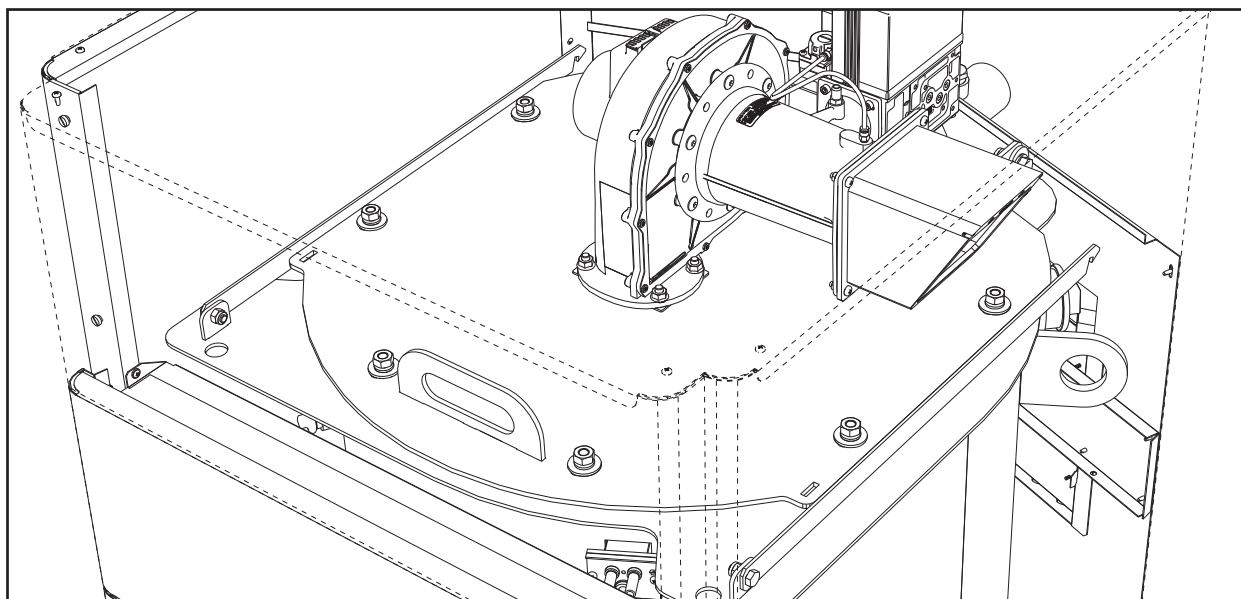

рис. 69
**Осторожно** закрутите гайки (рис. 69).